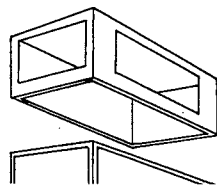

Fig. 1
- del tipo "plenum", provvisto di quattro aperture laterali regolabili ruotando alette mobili sino a indirizzare il flusso di aria calda nella direzione desiderata (cfr Fig. 1).